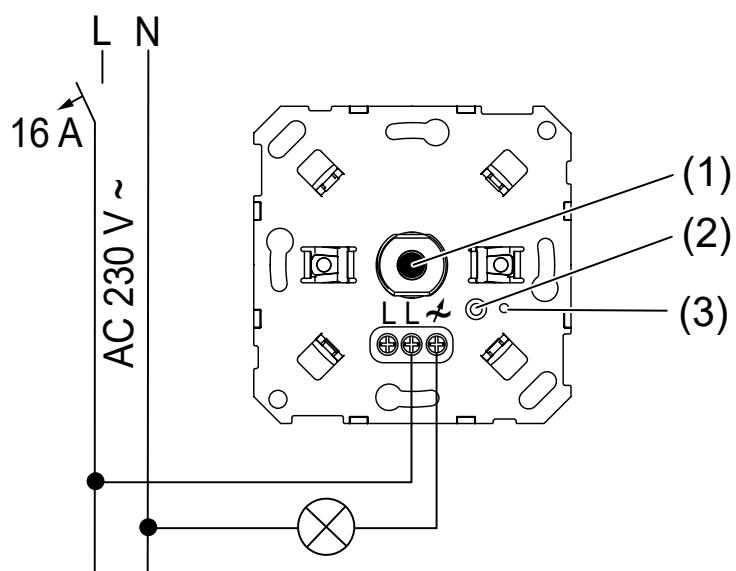

Figure 1: Schéma de raccordement
- Raccorder le variateur conformément au schéma de raccordement (voir figure 1).